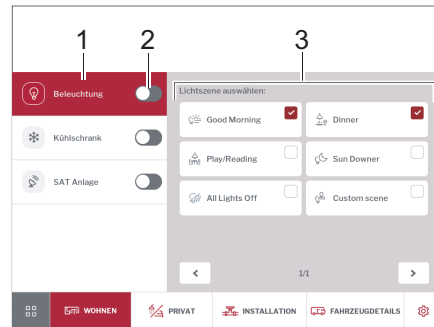

Fig. 260 Illuminazione
- Accendere o spegnere l'illuminazione con l'interruttore a scorrimento (Fig. 260,2).
- Digitare il pulsante *Illuminazione* (Fig. 260,1).
Selezionare la scena di luce sul pannello di comando (Fig. 260,3).